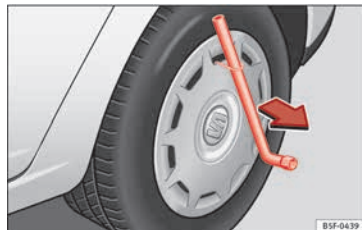

Abb. 62 Die Radvollblende vom Rad abnehmen.
- Ziehen Sie die Radvollblende mit dem Drahtbügel ab »» Abb. 62.